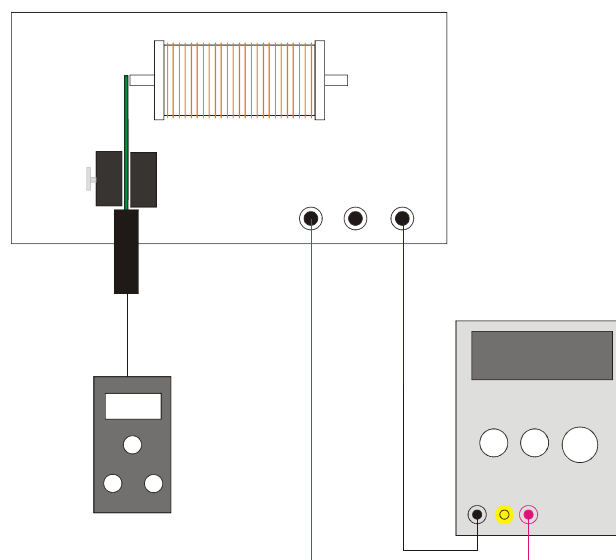

Fig. 2: Struttura sperimentale “misurazione statica”
- Montare alimentatore, bobina e teslametro come da Fig. 2.